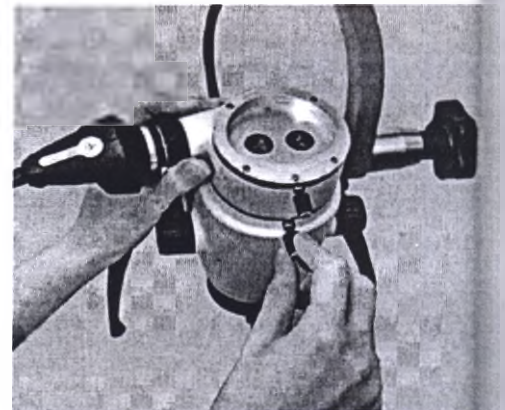

Рисунок 38
3. Установите делитель луча с камерой цифровой на бинокляр. Максимально плотно затяните ручку монтажную на голове оптической микроскопа (Рисунок 38).